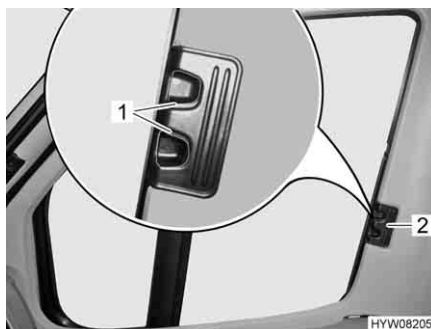

Bild 77 Plisségardin för förar-/passagerarfönster
- Tryck in låshandtagen (Bild 77,1) och håll dem intryckta.
- Ta tag i handtaget (Bild 77,2) och dra plisségardinerna för förar-/och passagerarfönstret till den andra fönstersidan och fäst med magnetremsorna.
- Ta tag i handtaget (Bild 77,2) till plisségardinerna för förarfönstret och passagerarfönstret och skjut in dem så långt det går.
- Släpp låshandtagen (Bild 77,1) och låt dem haka fast.